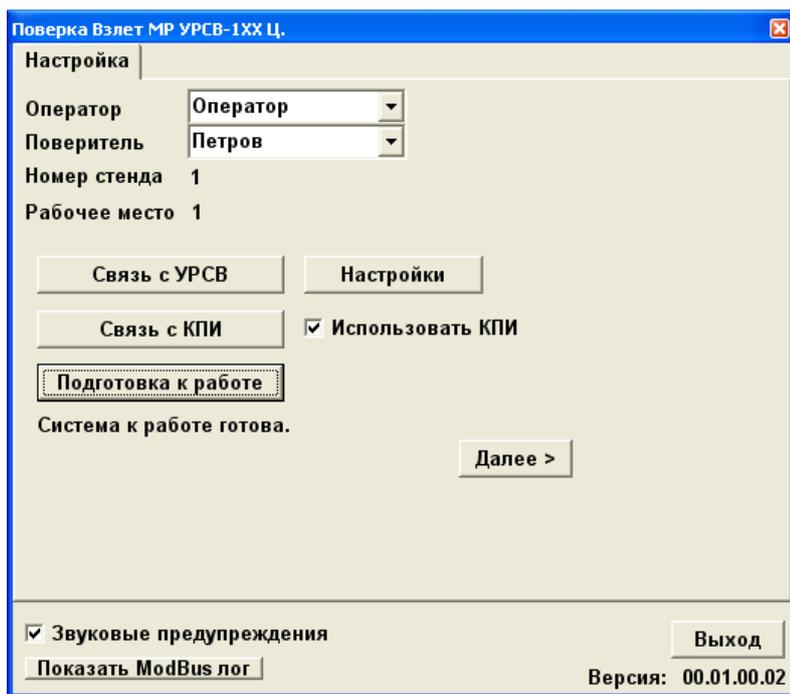
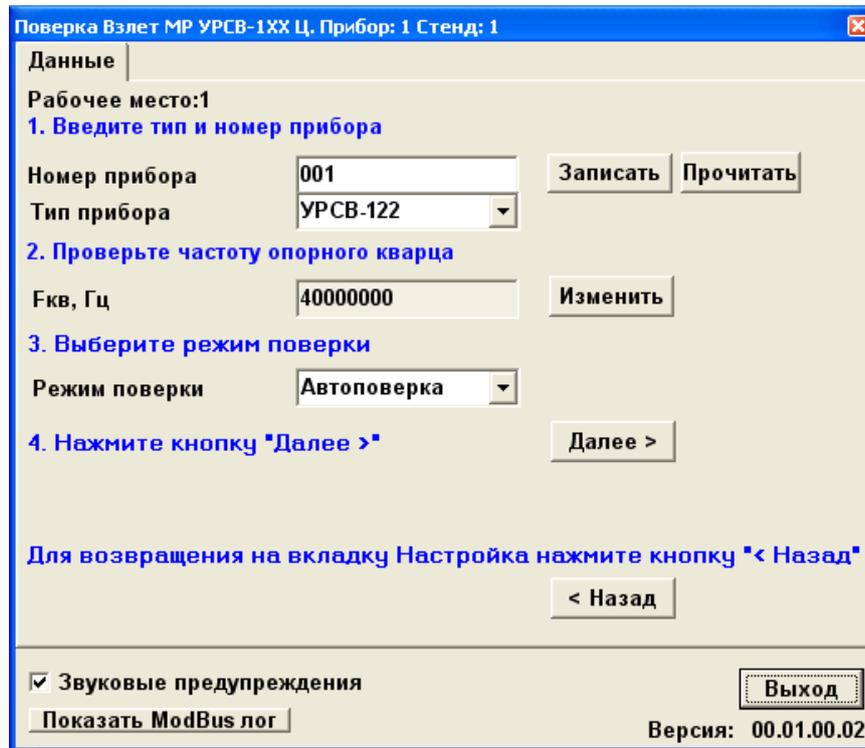
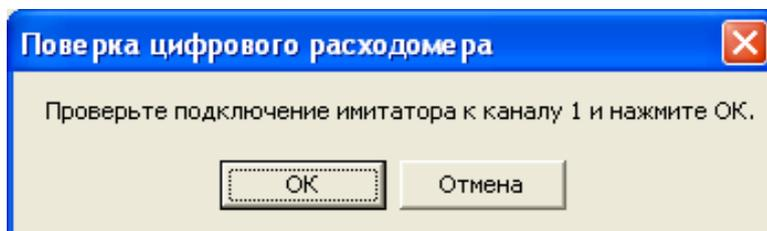

Рис. 40. Основное окно программы после проверки готовности к работе
Рис. 42. Окно программы «Данные»
Рис. 44. Вкладка проверки подключения 1 канала к стенду СА-01
- 2.7.2. Введите в соответствующих окнах фамилию поверителя и номер рабочего места. Поставьте «галочку» в окне **Использовать КПИ**. Кликнув по иконкам **Связь с УРСВ** и **Связь с КПИ**, проверьте правильность подключения КПИ и поверяемого УРСВ-1хх ц к СОМ-портам ПК и параметры связи. Нажмите кнопку **Подготовка к работе**. После проверки готовности окно программы примет вид, показанный на рис. 40.
- 2.7.4. В появившемся основном окне программы (рис.40) нажмите кнопку **Далее**. Окно программы примет вид, показанный на рис. 42.
2.7.6. В появившемся окне программы **Данные** (рис.42) нажмите кнопку **Далее**, появится окно рис. 44.